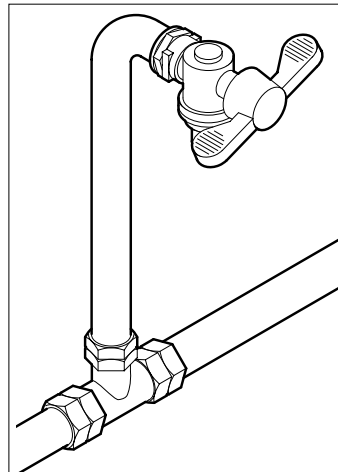

Fig. 6.3
- instalar, si no lo hay, un grifo de fácil acceso, aislar el aparato de la red hídrica en el caso que fuese necesario (Fig.6.3).